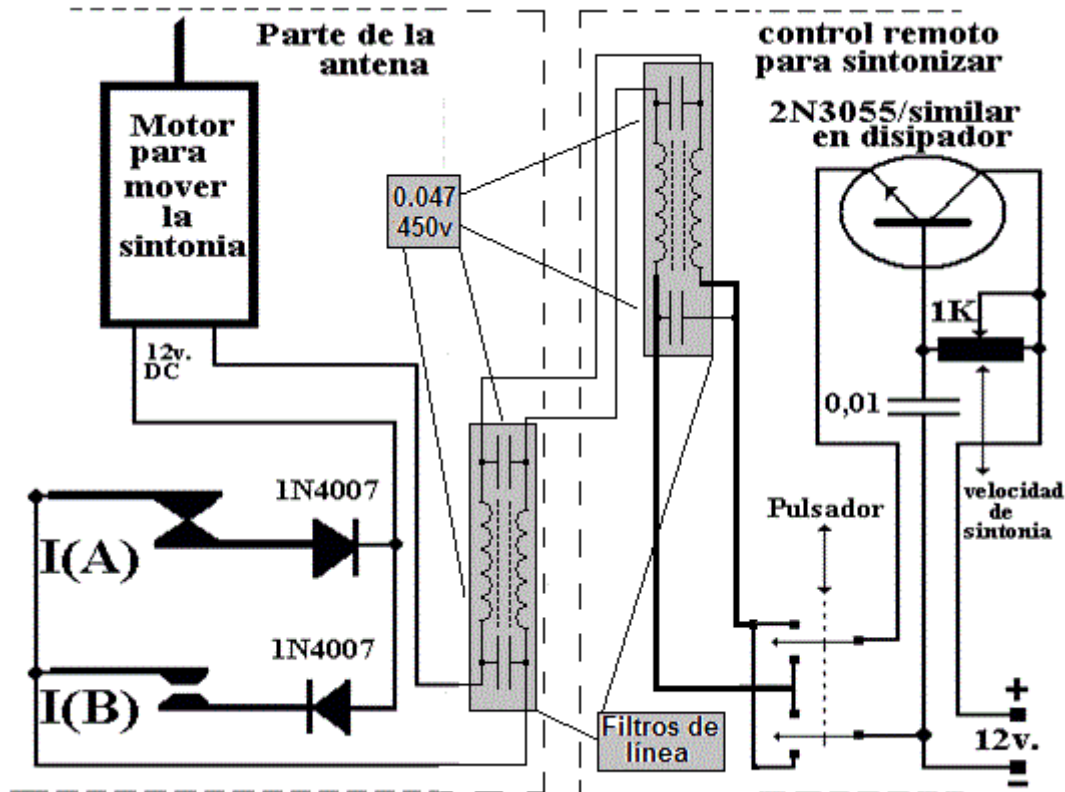

Fig.10
En la **Fig.10** se representa el circuito eléctrico que gobierna el motor de sintonía de la antena, en la izquierda la conexión de los interruptores de tope I(A)- I(B) usando los diodos que resuelven una sola dirección de la corriente para alimentar el motor en un sentido o en otro logrando girar para un lado u otro, en la derecha de este esquema vemos la parte de control remoto que controla la velocidad del motor y por tanto una sintonía más rápida o una más suave, yo recomiendo encontrar una media con este control y dejarla ahí fija, sobre todo si es para una banda.